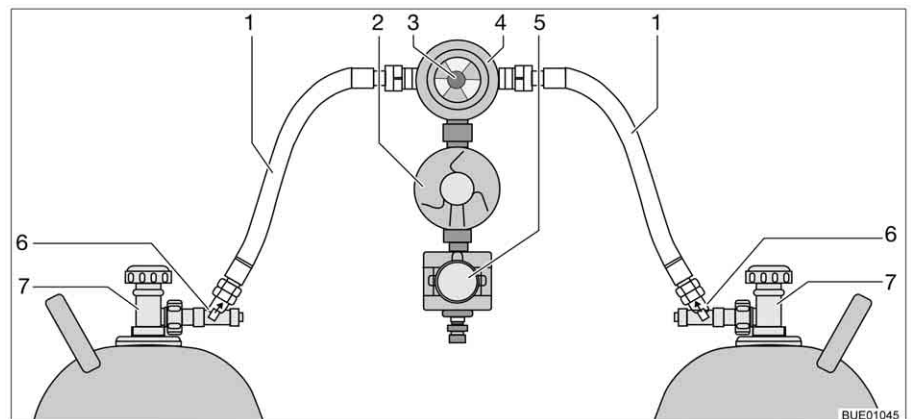

Bild 100 Crash-Protection-Unit-omkopplingsenhet
Crash-Protection-Unit består av två genomflödesbegränsare med manuell frigöring (Bild 100,6), en omkopplingsventil (Bild 100,4) med tryckregulator (Bild 100,2), en elventil (Bild 100,5) och kontrollenheten med trefärgad lysdiod. Omkopplingsventilen är monterad mellan de båda gasslangarna (Bild 100,1).
Med vredet (Bild 100,3) på omkopplingsventilen ställer du in vilken gasflaska som ska användas som driftflaska och vilken som ska användas som reservflaska.
Med kontrollenheten (Bild 101) kan endast de elektriska funktionerna styras. Gasflaskornas huvudavstängningsventiler (Bild 100,7) och frigöringarna (Bild 100,6) måste öppnas för hand.
- Öppna huvudavstängningsventilerna på gasflaskorna (Bild 100,7).
- Tryck in frigöringarna (Bild 100,6) i tio sekunder efter varandra.
- Med vredet (Bild 100,3) på omkopplingsventilen (Bild 100,4) väljs gasflaskan, som ska prioriteras (driftflaska). Vrid alltid vredet till stoppläget.
- Stäng huvudavstängningsventilerna på gasflaskorna (Bild 100,7).